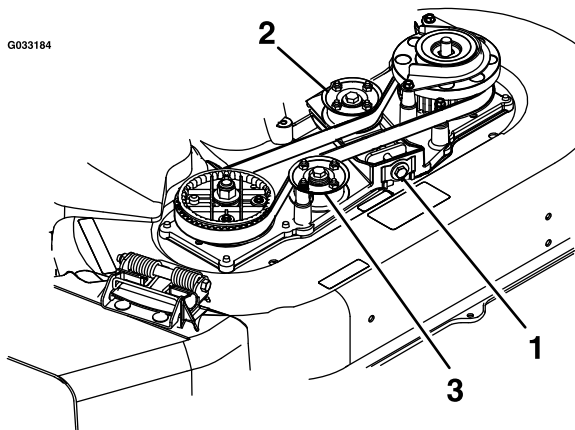

Figura 3
2. Retire y deseche el perno de ajuste, la arandela, el muelle plano y la tuerca que fijan el soporte de la polea tensora a la carcasa, según se muestra en Figura 3.